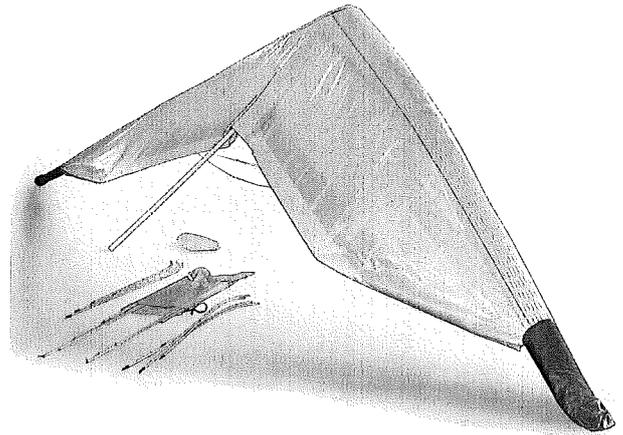

Abb.22
2. Entnehmen Sie die Untersegellatten. Machen Sie die Swivel Zugangsreisverschlüsse auf und entlasten Sie alle Swivel. Entnehmen Sie die Karbon-Endkappen, die Flügelendlatten und die vier kürzesten Segellatten vom äußeren Segelbereich. Rollen sie die äußere Sektion des Segels zusammen und setzen Sie die Flügelendschutz Säcke auf. (Abb.22).